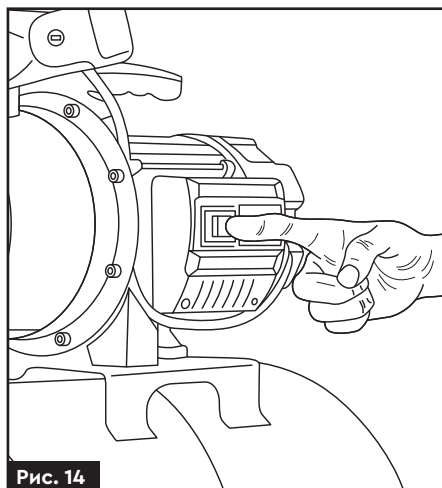

Рис. 14
4. Для запуску станції вставте штепсельну вилку в розетку, за наявності ввімкніть вимикач (рис. 14). Натисканням на клавішний перемикач, розташований на корпусі клемної коробки електродвигуна насоса, подайте електроживлення на електродвигун насоса.